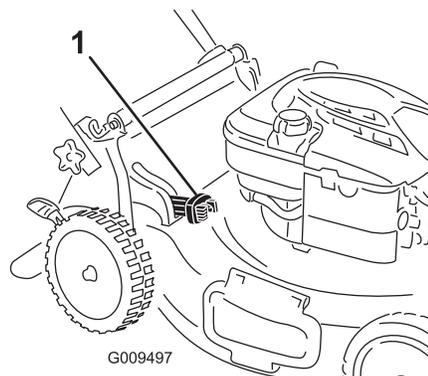

Figura 17
- Para ensacar los recortes de hierba y hojas, presione hacia dentro el botón de la palanca de ensacado a demanda y mueva la palanca hacia delante hasta que salga el botón de la palanca (Figura 17)